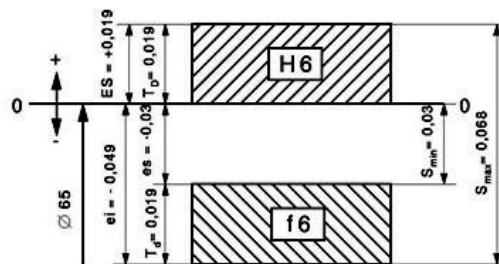

Рис. 3. Схема расположения полей допусков.
6. Строим схему расположения полей допусков (рис. 3).